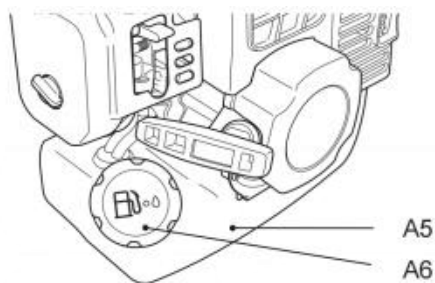

Fig. 25
7. Draai de tankdop (A6) los en verwijder deze (Afb. 25).